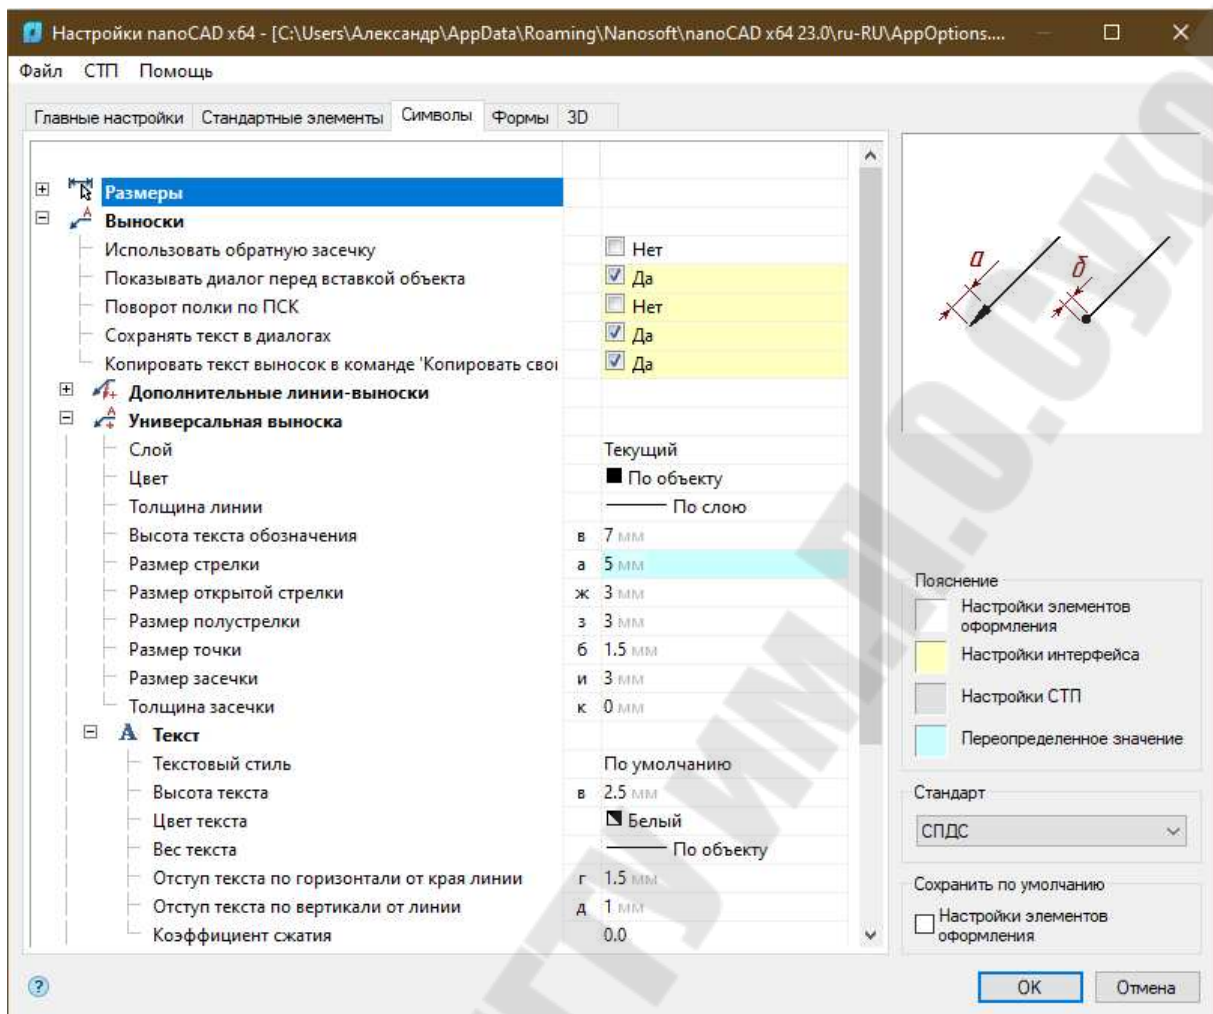

Рис. 3.105 Диалоговое окно Настройки nanoCAD на вкладке Символы.
-  – настройка общих (цвет, слой, толщина линий и др.) и геометрических свойств выноски (размеры стрелок, засечек и т.п.) в диалоговом окне *Настройка nanoCAD* на вкладке *Символы* (рисунок 3.105).